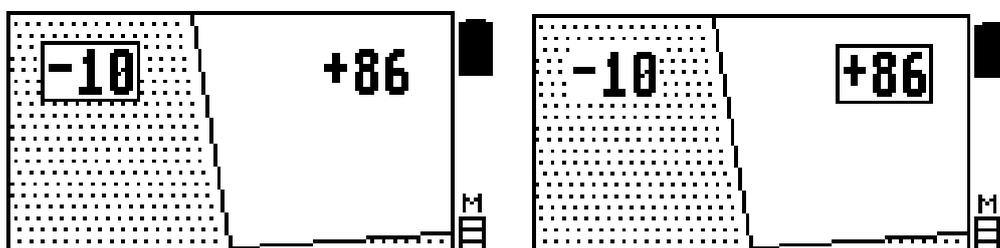

Рис. 25. Изображение на дисплее процесса настройки левой границы дискриминатора (слева) и правой (справа)
2. Нажмите кнопку М (3) на панели прибора и, не отпуская ее, включите прибор при помощи переключателя, расположенного на тыльной стороне электронного блока. Дождитесь окончания проигрывания музыки. Отпустите кнопку М. При этом установятся заводские настройки прибора.
3. Нажмите кнопку (3) для вхождения в главное (Main) меню.
8. Нажимая далее кнопку М, выберите настройку «Левая граница дискриминатора». Кнопками «плюс» и «минус» выберите значение -20 для левой границы дискриминатора. **В ходе настройки число будет отображаться в рамке** (рис. 25, слева).